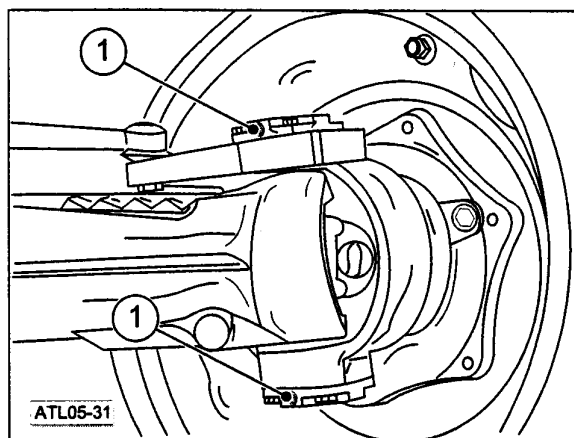

Fig.5-31
- Pernos de articulación reductores ruedas eje doble tracción (Cant. 2). (1, Fig.5-31)